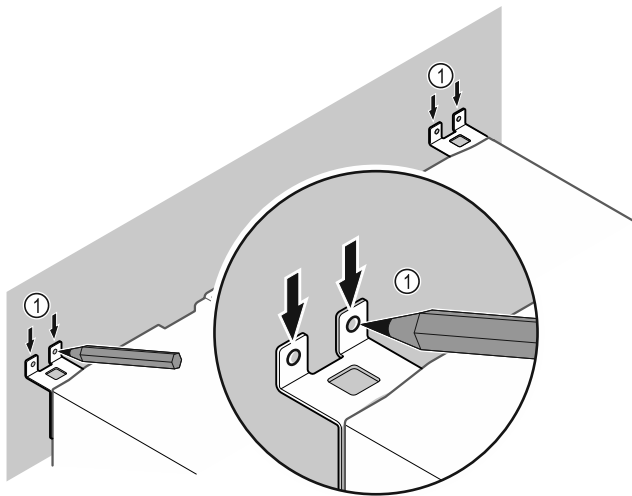

Fig. 13
- ▶ Κάντε σημάδια στον τοίχο Fig. 13 (1).